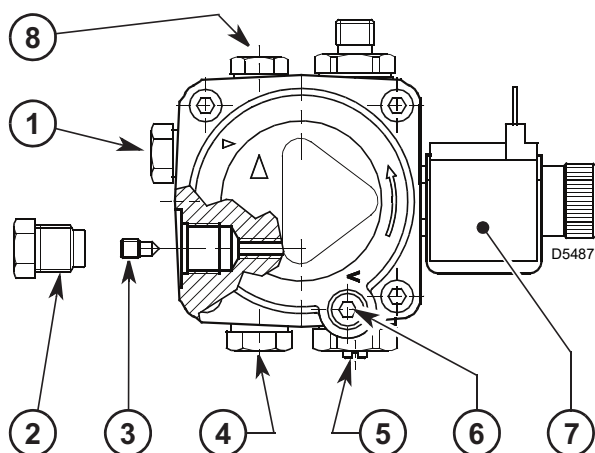
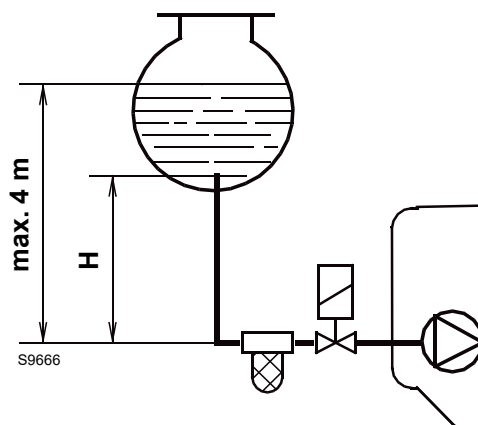

Fig. 16
Fig. 17
Il bruciatore è predisposto per ricevere i tubi di alimentazione del gasolio da entrambi i lati. A seconda che l'uscita dei tubi avvenga a destra o a sinistra del bruciatore si dovranno invertire sia la piastrina di fissaggio 1) che la squadretta di chiusura 2)(Fig. 17).
Il tappo di aspirazione 1)(Fig. 16) è in materiale plastico. Una volta rimosso non deve essere più utilizzato.
La pompa dispone di un organo di regolazione della pressione di mandata 4)(Fig. 16).
- Se necessario, ritardare la pressione agendo sulla vite 5)(Fig. 16).
Gli impianti monotubo in pressione (Fig. 17) presentano una pressione del combustibile positiva all'ingresso del bruciatore.
Per il funzionamento monotubo è necessario svitare il tappo di ritorno 2)(Fig. 16), togliere la vite di by-pass 3)(Fig. 16) e quindi riavvitare il tappo 2)(Fig. 16) con coppia di serraggio 0,5 Nm.
Nell' impianto di Fig. 17 la tabella riporta le lunghezze massime indicative per la linea di alimentazione in funzione del dislivello, della lunghezza e del diametro della condotta combustibile.
Nell'impianto di Fig. 17 è sufficiente allentare l'attacco del vacuometro 6)(Fig. 16) ed attendere la fuoriuscita del combustibile.